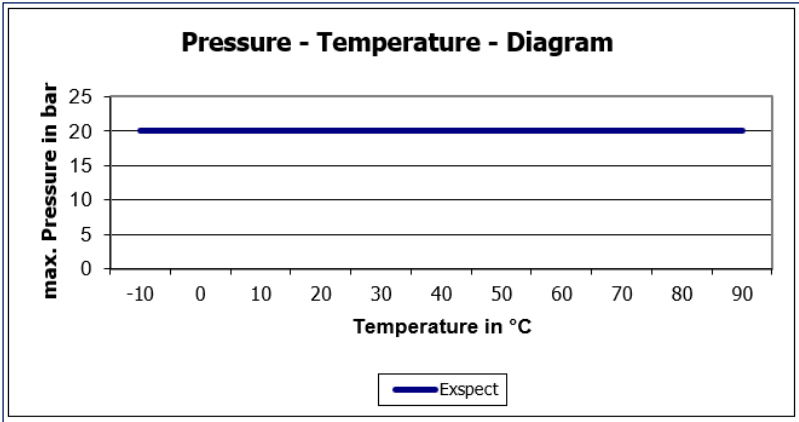

Abb. 2: Druck-Temperatur-Diagramm EXspect 271
4. Teilstücke zwischen den 4 Punkten schweißen (Abb. 2, unten)